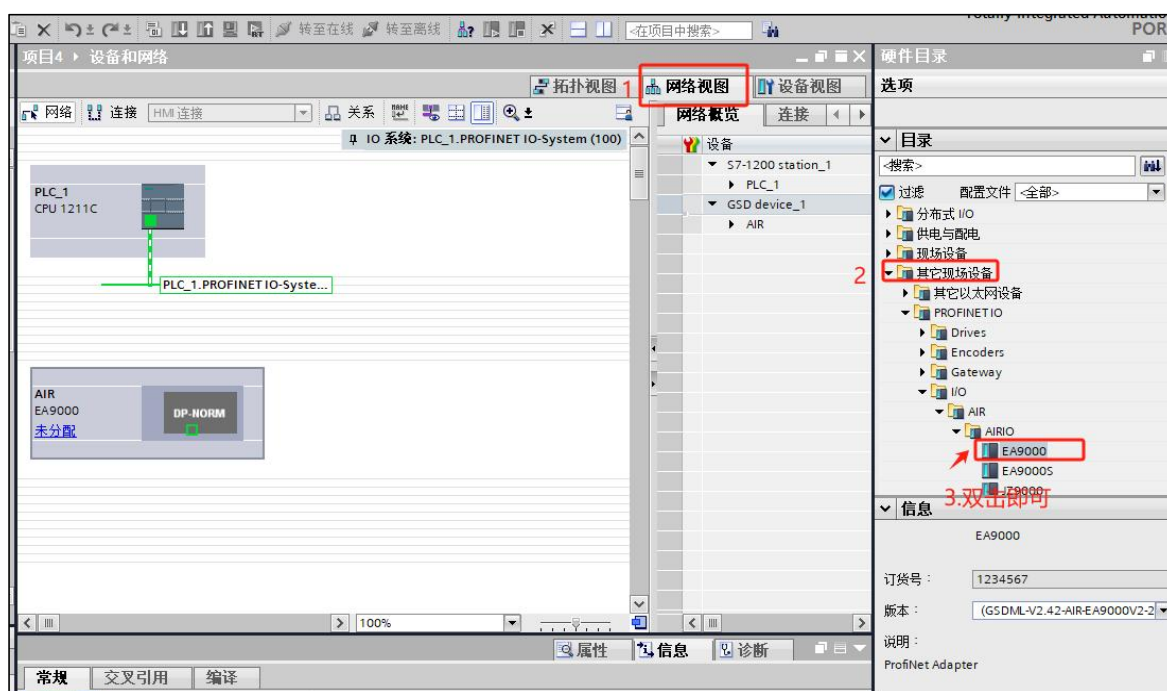
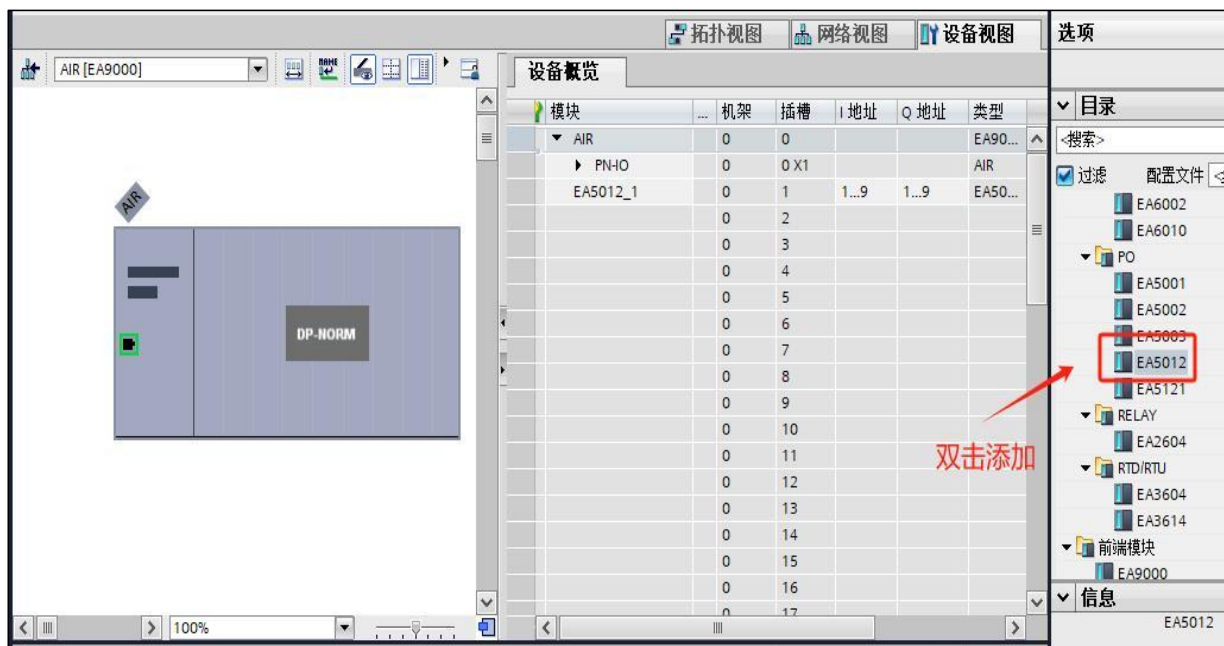

图5-15 组态设备
图5-16 组态I/O模块
5、组态设备，在网络视图中展开硬件目录，并选择适配器，如图5-15所示，双击适配器进入设备视图中组态I/O模块，如图5-16所示。